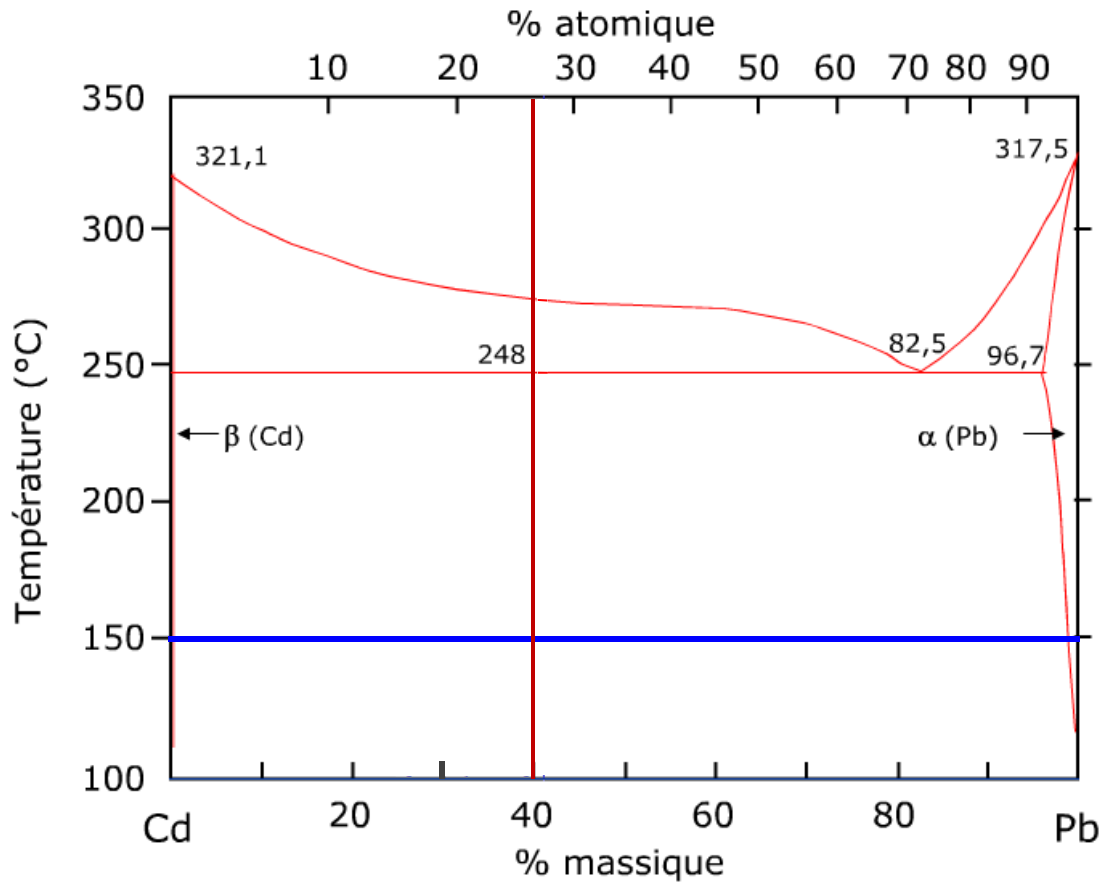

Figure 5 : Diagramme d'équilibre Cd-Pb
Considérez le diagramme d'équilibre Cd-Pb présenté à la Figure 5 où la teneur en Pb est exprimée en pourcentage massique sur l'abscisse du bas et en pourcentage atomique sur l'abscisse du haut.
- c) Considérez un alliage Cd-Pb contenant 40 % massique de plomb (voir la Figure 5). Quelle(s) est(sont) la(les) phase(s) et le(les) constituant(s) en présence, leur(s) composition(s) chimique(s) en % massiques et leur(s) proportion(s) massique(s) à 150°C ? Justifiez par des calculs. (4 points)